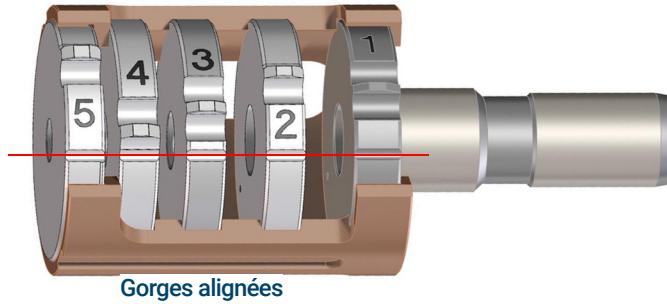

Figure 59. Ensemble lentilles de source EI HES assemblé
- 1 Monter les cinq lentilles à l'intérieur de l'isolant de lentille. (Voir **Figure 59** page 204.) Le numéro de la lentille est gravé dans la circonférence externe de chaque lentille.